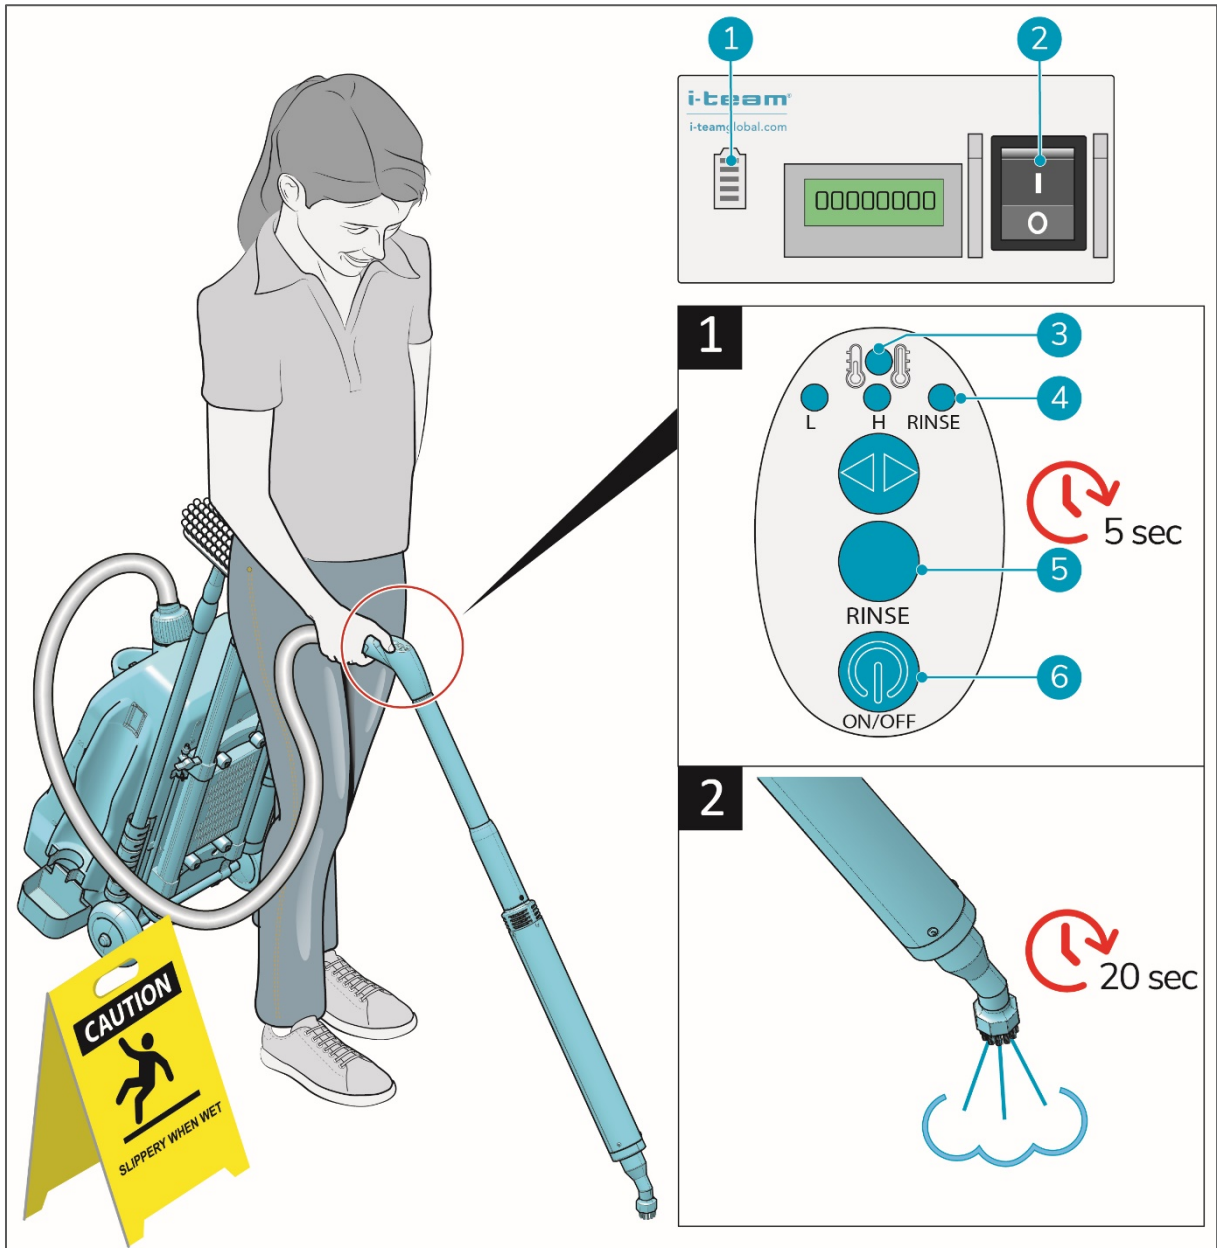

Abbildung 14
3. Schalten Sie den i-gum® mit dem Hauptschalter unten links am Gehäuse (Abb. 14, Pos. 2) ein.
4. Beobachten Sie die Betriebsanzeige (Abb. 14, Pos. 1).
6. Drücken Sie die ON/OFF-Taste (Abb. 14, Pos. 6) auf dem Bedienfeld am Griff.
7. Drücken Sie die RINSE-Taste (Abb. 14, Pos. 5).
9. Achten Sie auf die Spülanzeige (Abb. 14, Pos. 4).
10. Lassen Sie die RINSE-Taste (Abb. 14, Pos. 5) los, sobald die Spülanzeige leuchtet.
12. Achten Sie auf die Heizanzeige (Abb. 14, Pos. 3).